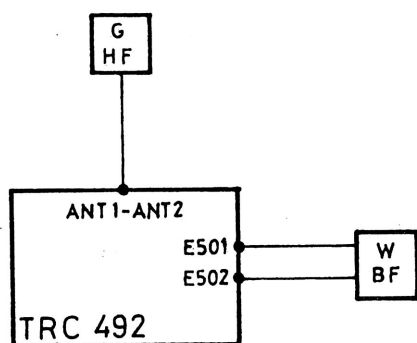

Fig. 5.3.4.3
5.3.4.3 - Réglage du présélecteur (Fig. 5.3.4.3)
5.3.4.4 - Réglage des circuits à fréquence intermédiaire (Fig. 5.3.4.3)
5.3.4.3 - Pre-selector adjustment (fig. 5.3.4.3)